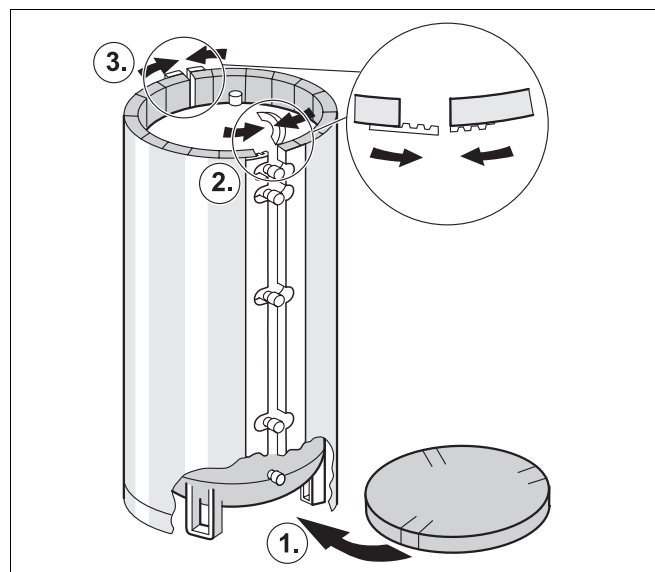

Fig. 5 Isolering
- Læg isoleringsskiven på gulvet med slidserne mod beholderens fødder (fig. 5).
- Læg den perforerede isoleringsmåtte om beholderkroppen, så hulmønstret ligger over tilslutningerne (fig. 5).
- Før enderne af isoleringsmåtterne sammen, og luk dem (fig. 5).